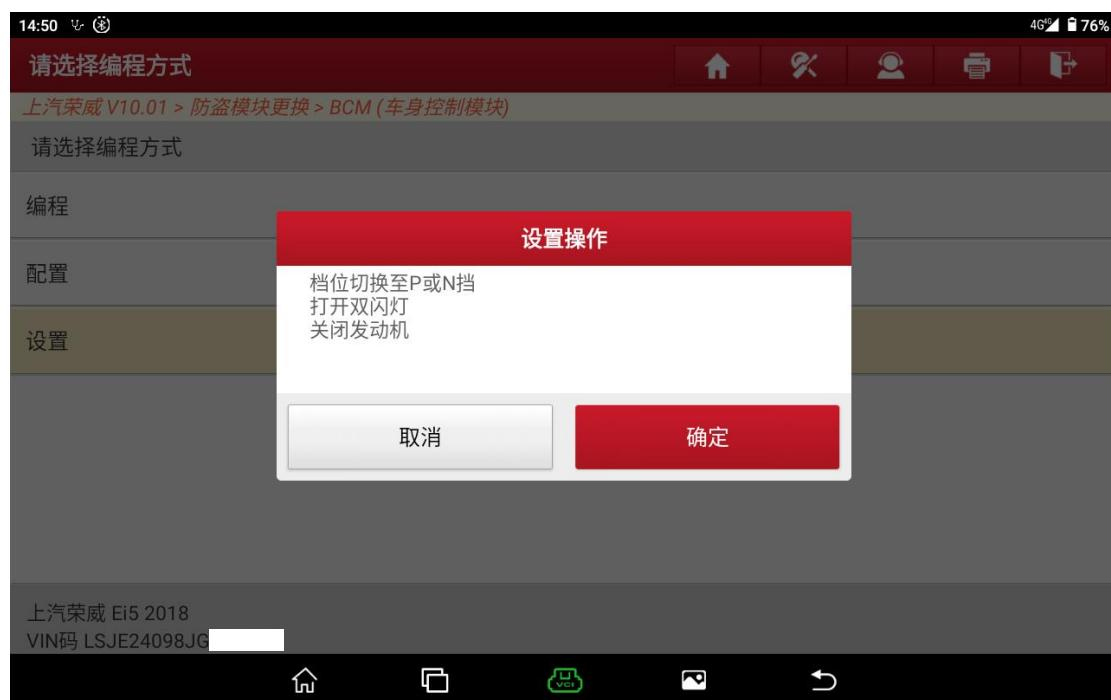

图 18
7. 选择设置功能并完成此功能（图 18、图 19、图 20、图 21、图 22）